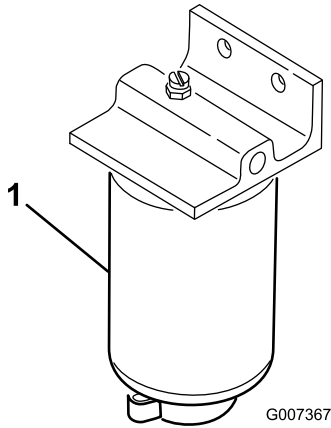

图 38
1. 在燃油滤清器下面放置一个清洁容器 (图 38)。
2. 清洁滤清器的安装区域图 38。